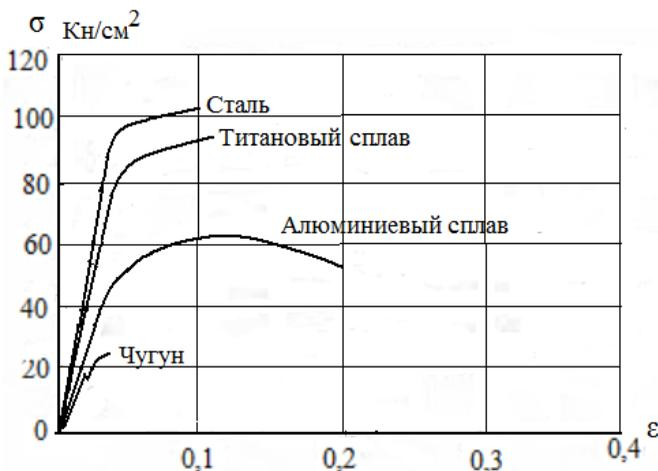

Рис. 1.15
9. Какая из представленных кривых напряжения реальных тел соответствует наибольшему и наименьшему значению модуля Юнга, (рис.1.15)?